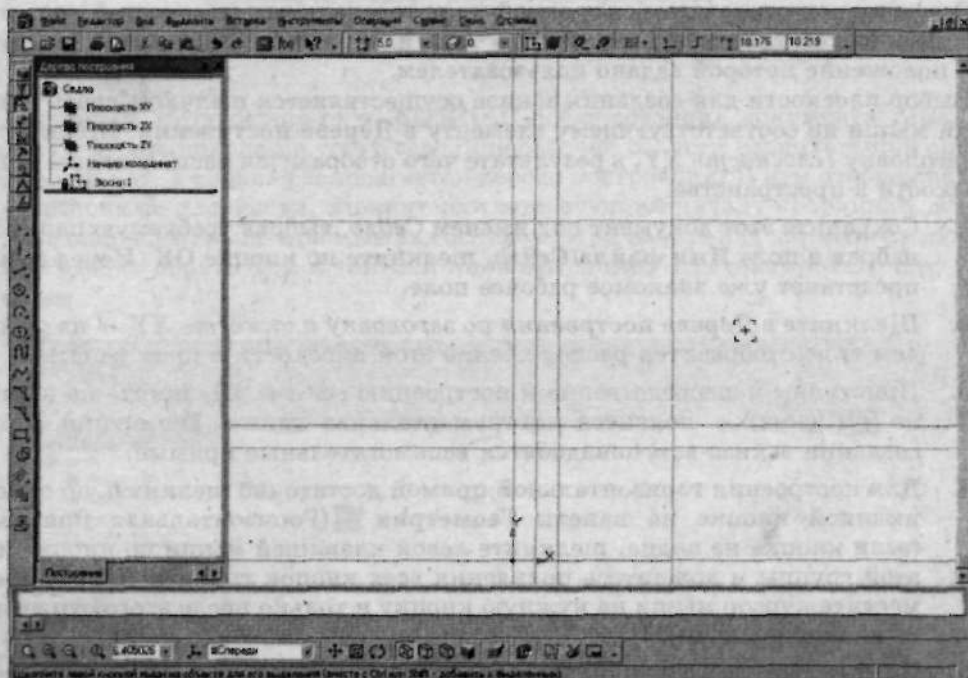

Рис. 2.37. Так выглядит рабочее поле после построения всех вспомогательных прямых
9. Аналогично постройте все вспомогательные прямые в соответствии с эскизом. Получится изображение, представленное на рис. 2.37.